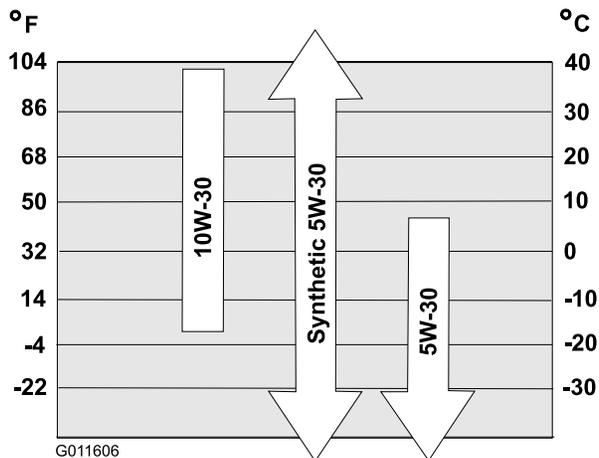

Figure 18
Viscosité d'huile	Voir Figure 18.
7. Versez lentement environ 75 % de la capacité d'huile moteur dans le tube de remplissage d'huile. Reportez-vous à la Figure 18 pour sélectionner la viscosité d'huile la mieux adaptée pour la plage de température extérieure anticipée.